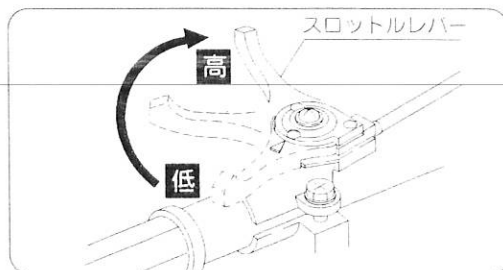

図10
- ① スロットルレバーをゆっくり「低」から「高」位置にします。(図10)